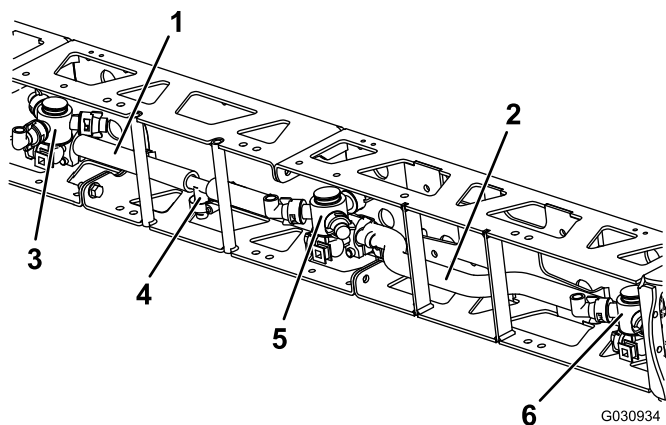

Рисунок 13
5. Подсоедините шланг правой части стрелы к двойной поворотной головке удлинителя средней секции стрелы и к правой однокорпусной поворотной головке (Рисунок 13).
6. Установите ранее снятый тройник и подсоедините два оставшихся шланга (9-1/8 дюйма), как показано на Рисунок 13.